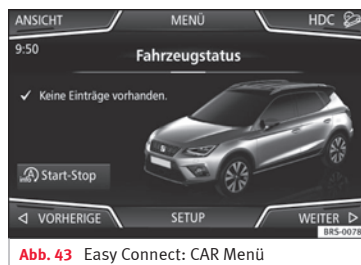

Abb. 43 Easy Connect: CAR Menü
die Taste **CAR** des Systems drücken, um in das Menü **Fahrzeug** » **Abb. 43** zu gelangen.
- Drücken Sie die Funktionsfläche **SETUP**, um zum Menü **Fahrzeugeinstellungen** » **Abb. 43** zu gelangen.